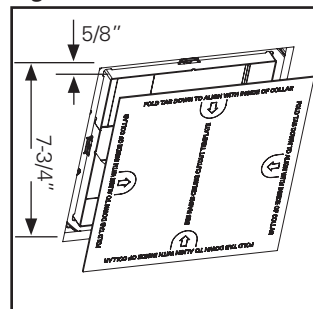
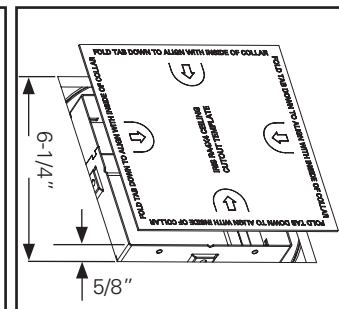

Figura 3.
Figura 4.
2. Usando la plantilla incluida, corte alrededor del collar de modo que quede un espacio de 5/8" entre el collar y el techo: 7-3/4" en total para la luminaria RA6X6 (Figura 3.) y 6-1/2" en total para la luminaria RA4X4 (Figura 4.). De ser necesario, baje el collar aflojando sus tornillos de sujeción; luego, ajuste los tornillos manualmente para asegurar el collar en la posición correcta.